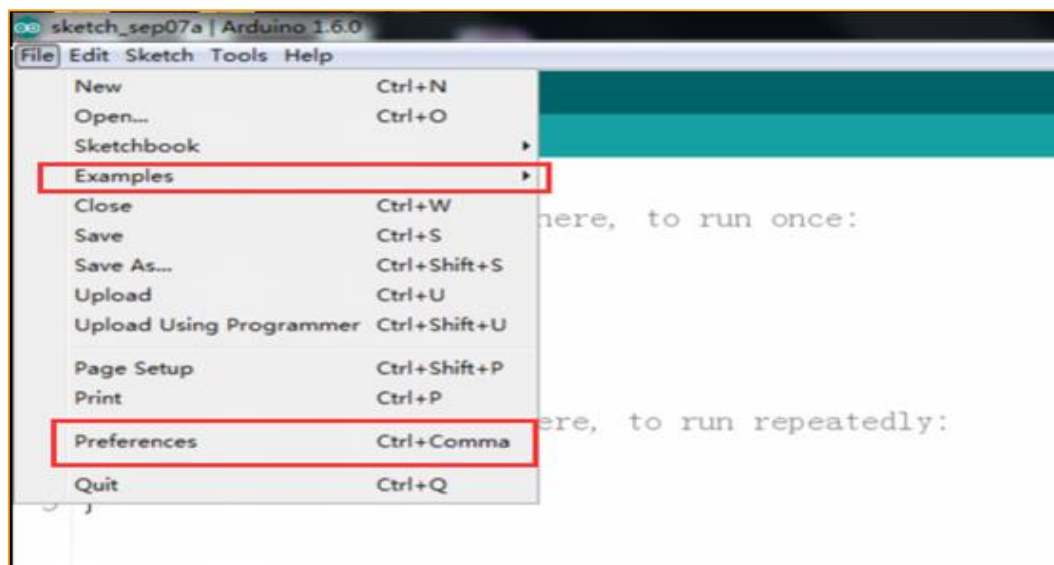

图 4-11 File 菜单栏选项
2、菜单栏上有 5 个菜单，不过我们主要介绍 File 和 Tools。点击 File，弹出如图 4-11 界面，可以看到 Examples 和 Preference 选项,其中 Examples 是一些 Arduino 自带的程序，这些都是编译无误、可正常使用的程序，对初学者有很大的帮助。而 Preference 选项中，主要是参数的设置，如语言，字体等。